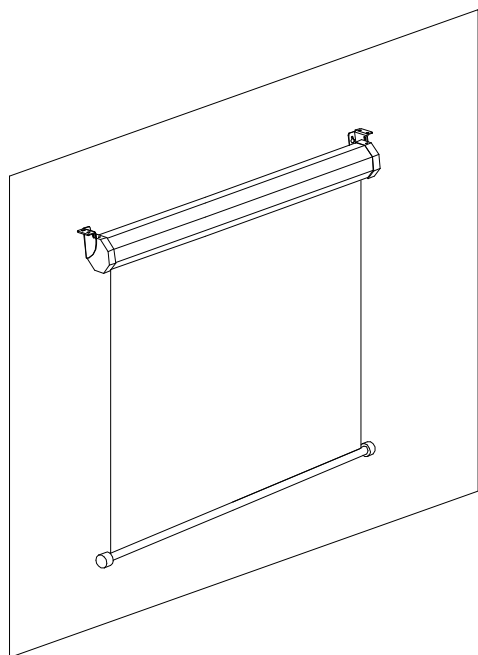

図1
2. マークした場所に穴を開け、ボルトを挿入します。この際、ケースを取り付けるために、壁から3mm程度の隙間が残るようにします。(図1)